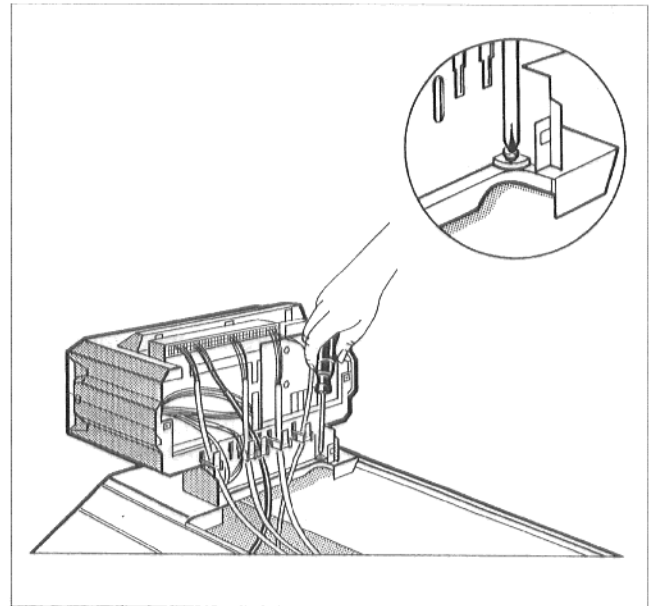

fig. 17
- Kontrollpanelet skrues fast på fremre topp-plate med to skruer i bakre hjørne på kabelgjennomgangen (fig. 17).